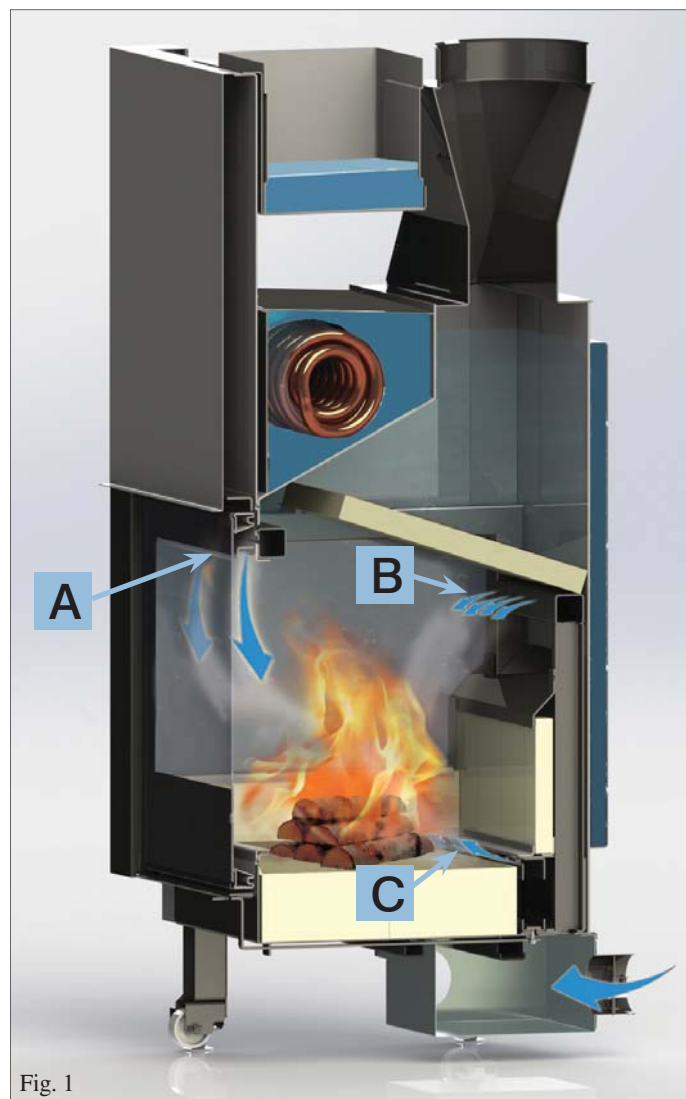

Fig. 1
El aire primario de combustión (A) y de limpieza del cristal entra por la parte más alta del mismo cristal después de haberse calentado, durante su recorrido (fig. 1) y mantiene el cristal limpio.
El aire secundario de combustión (B) o de post-combustión se introduce en el hogar por los orificios presentes en el fondo del mismo (fig. 1).
El aire denominada "Turbo" (C) entra por la base del hogar sobre el tanque de las brasas (fig. 1) para acelerar el encendido de la termochimenea.